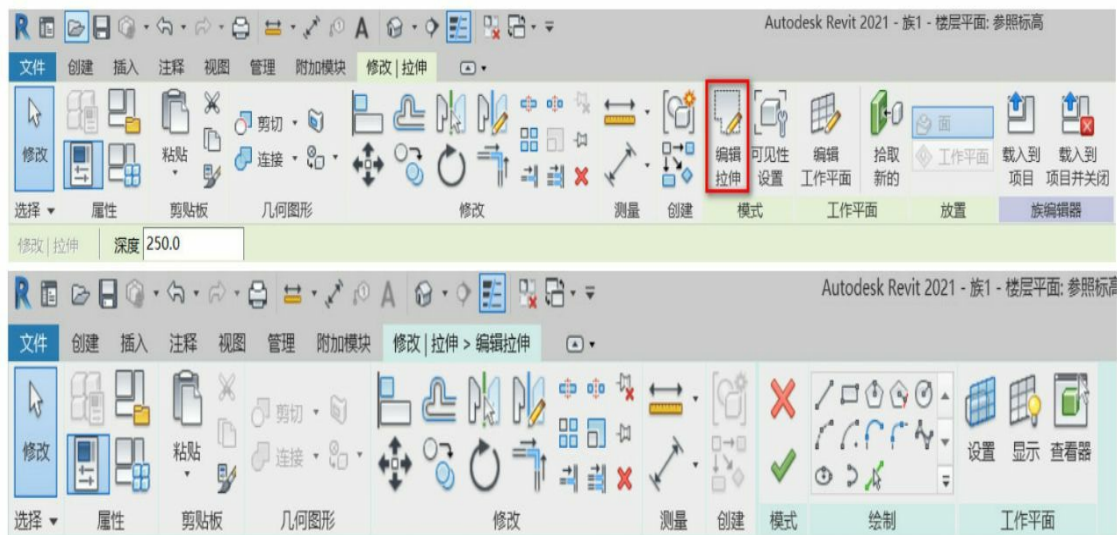

图7-56
(4) 单击“修改|创建拉伸”选项卡中的“完成”按钮，完成这个实体的创建。
(5) 如果需要在高度方向上标注尺寸，用户可以在任何一个立面上绘制参照平面，然后将实体的顶面和底面分别锁在两个参照平面上，再在这两个参照平面之间标注尺寸，将尺寸匹配一个参数，这样即可通过改变每个参数值来参变长方体的长、宽、高的形状。对于创建完的任何实体，用户还可以重新编辑。单击想要编辑的实体，然后再单击“修改|拉伸”选项卡>“编辑拉伸”，进入编辑拉伸的界面。用户可以重新绘制拉伸的端面，完成修改后单击“完成”按钮，即可保存修改，退出编辑拉伸的绘图界面，如图7-56所示。